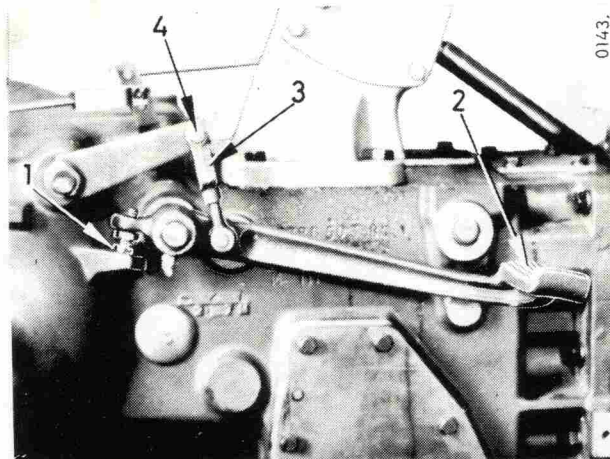

Fig. 75
- Enlevez la goupille et l'axe à tête (4, Fig. 75) de la chape.
- Tournez ensuite la chape (3) suffisamment pour obtenir de nouveau la garde de 45 mm à la pédale.
- Après ce réglage, vérifiez si la pédale se trouve à la distance d'environ 136 mm de la plate-forme. Si cette distance n'est pas respectée, réglez la vis d'arrêt (1) afin d'amener la pédale dans la bonne position.
La distance entre la plate-forme et le bord inférieur de la pédale (2, Fig. 75) doit être de 96 mm. Réglez si nécessaire la vis d'arrêt (1). La garde de la pédale (2) est d'environ 13 mm sur les tracteurs neufs.
Lorsque cette garde n'est plus que de 5 mm, elle doit être réglée. Otez l'axe (4) et dévissez la chape (3) de manière à obtenir la garde de 13 mm (Fig. 75).